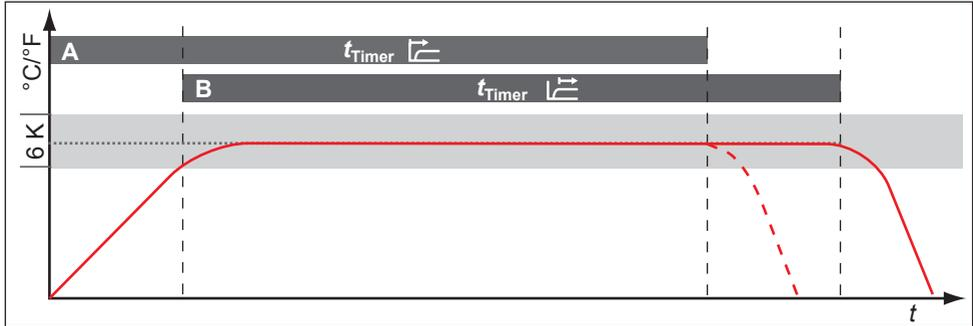

Fig. 37 Modo timer
Aquí se puede ajustar si el reloj de cuenta atrás digital con indicación del valor nominal (timer, véase la página 18) debe trabajar según los valores nominales, es decir, si el tiempo de funcionamiento con timer debe empezar a contar al alcanzar una banda de tolerancia con respecto a la temperatura nominal de  $\pm 3\text{ K}$  (Fig. 37, B), o inmediatamente después de la activación del timer (A).